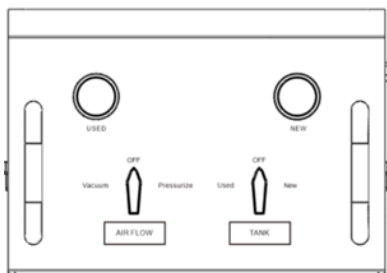
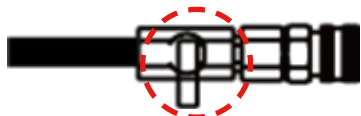

Fig 1.
Fig 2.
1. Posizione iniziale (Fig.1, Fig. 2, tutte le valvole chiuse)
4. Ruotare entrambe le valvole del pannello in posizione "OFF" (Fig. 1) e tenere aperta la valvola del tubo flessibile del liquido usato (Fig. 7), per mantenere la pressione del vuoto nel sistema di raffreddamento del veicolo. Monitorare il manometro del serbatoio del fluido usato per eseguire un'analisi delle perdite del sistema di raffreddamento.